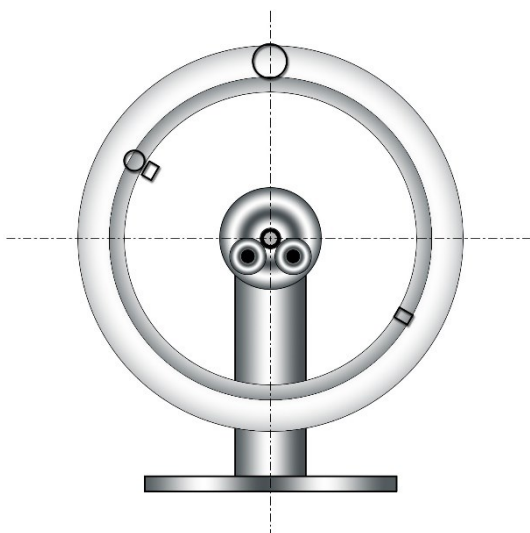

Abbildung 3: Ruhelage neutrale Felge mit montiertem Reifen
- Ziehen Sie den Reifen auf die neutrale Felge und lassen Sie diese auspendeln. Die leichteste Stelle ist nun erneut oben (s. Abb. 3). Markieren Sie diese Stelle in einer anderen Farbe.